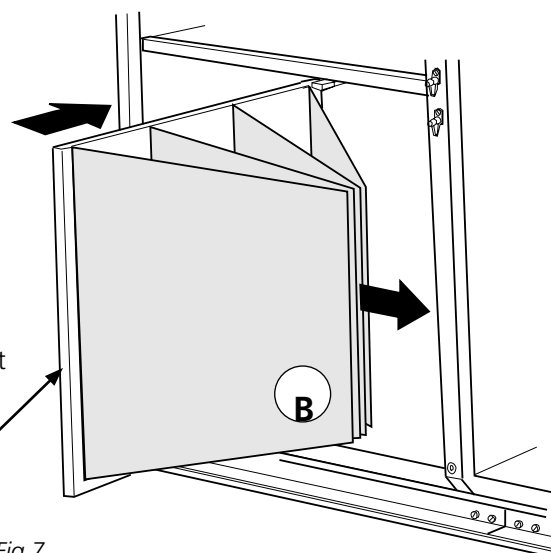

Fig 7
- OBS!** Vid isättning av nya filter är det viktigt att sträcka ut filterpåsar (B i Fig 7), så de inte fastnar, skadas eller viks.